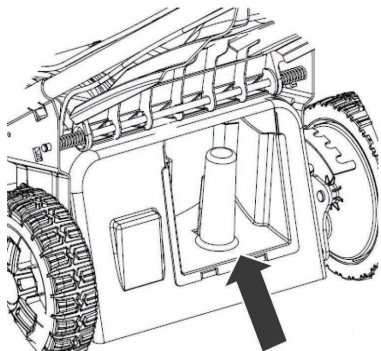

Рис. 14
- Установите заглушку для мульчирования и закройте крышку заднего выброса (рис. 14).